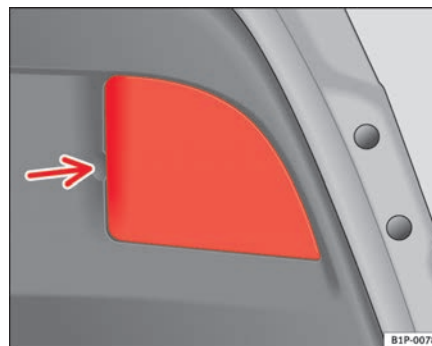

Abb. 167 Leuchten an der Heckklappe
- Den Deckel abziehen. Siehe Pfeil ⇒ Seite 260, Abb. 167.